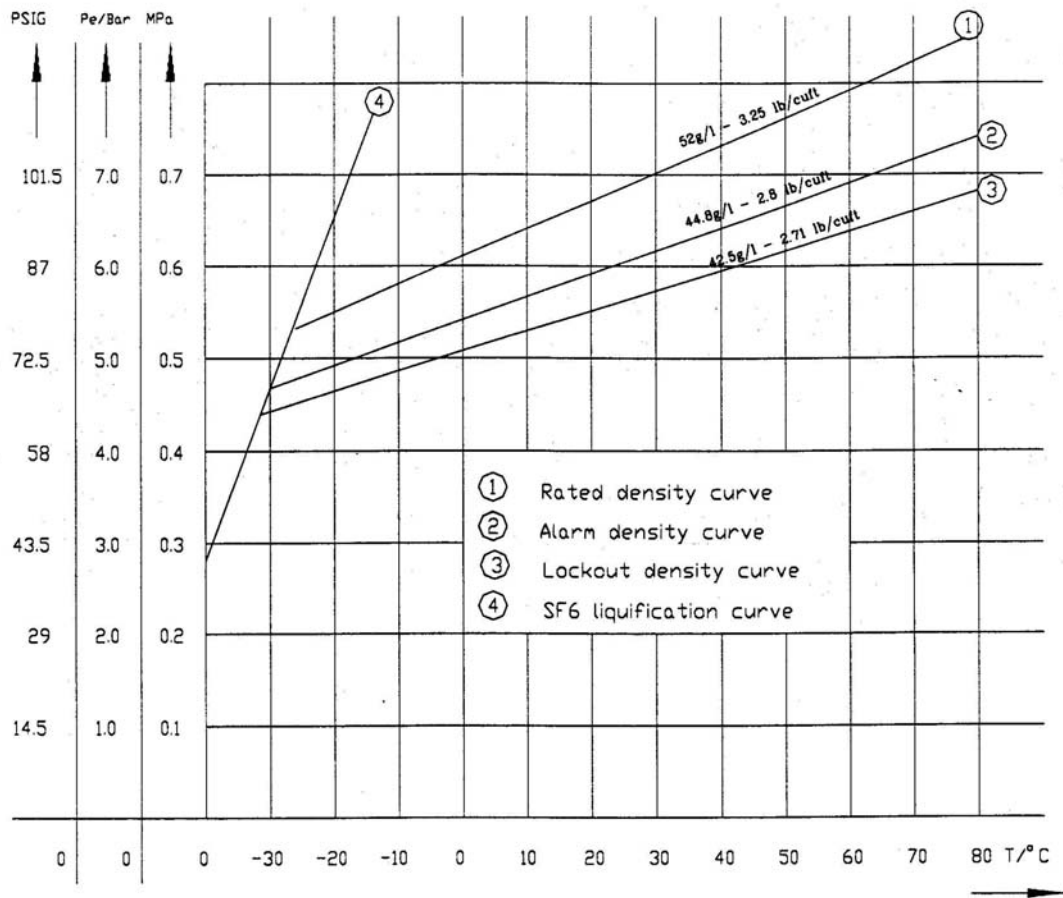

Рис. 7 Зависимости давления элегаза от температуры
- По мере изменения температуры давление элегаза, находящегося в газообразном состоянии, будет изменяться. Зависимость давления элегаза от температуры представлена в виде следующего графика (см. Рис. 7).